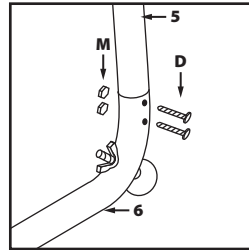

Fig. 9
- Seleccione los componentes etiquetados como **5 y 6**. Una el componente **5** al **6** usando las fijaciones etiquetadas como **D y M (Fig. 9)**.